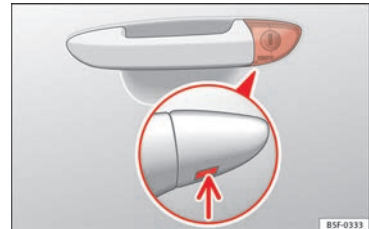

Abb. 3 Fahrtürgriff: verborgener Schließzylinder.
- Den Schlüsselbart am Fahrertürgriff in die untere Öffnung der Abdeckkappe stecken » Abb. 3 (Pfeil) und die Abdeckkappe von unten nach oben anheben.